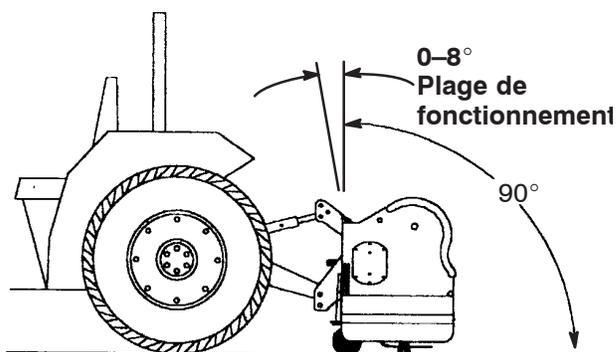

Figure 3
**Remarque :** Pour obtenir la meilleure qualité de trous d'aération, l'avant de l'aérateur **doit** être vertical ou légèrement incliné vers l'avant pendant l'utilisation (Fig. 3). Cet angle variera lors des réglages de la profondeur d'aération. Il peut être contrôlé en réglant le bras de liaison supérieur. Reportez-vous à la section Utilisation, page 20 pour de plus amples renseignements.